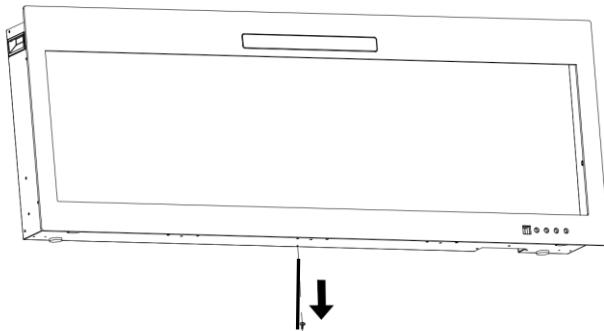

рис. 4-1
A. Открутите серебристый винт в нижней части прибора. (**рис. 4-1**). Отложите винт в сторону.